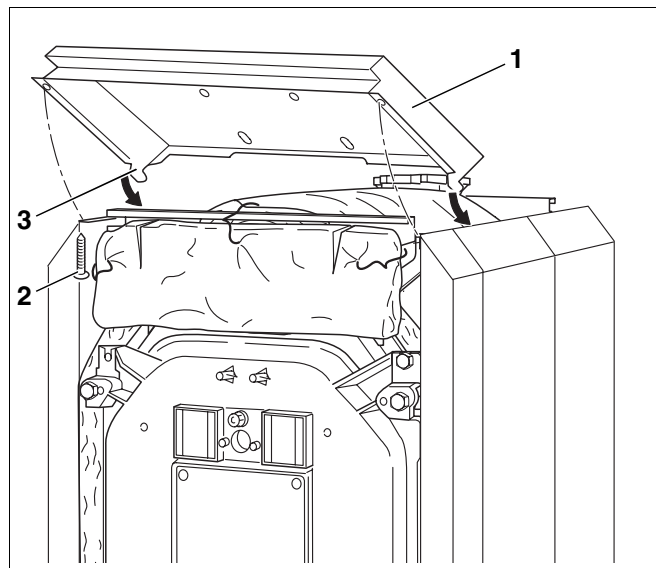

Abb. 52 Vordere Haube montieren
- Vordere Haube (Abb. 52, **Pos. 1**) mit den beiden Haken (Abb. 52, **Pos. 3**) in die vorderen Seitenwände einhängen.
- Mit zwei Blechschrauben (Abb. 52, **Pos. 2**) die vordere Haube von unten mit den Längsschienen verschrauben.